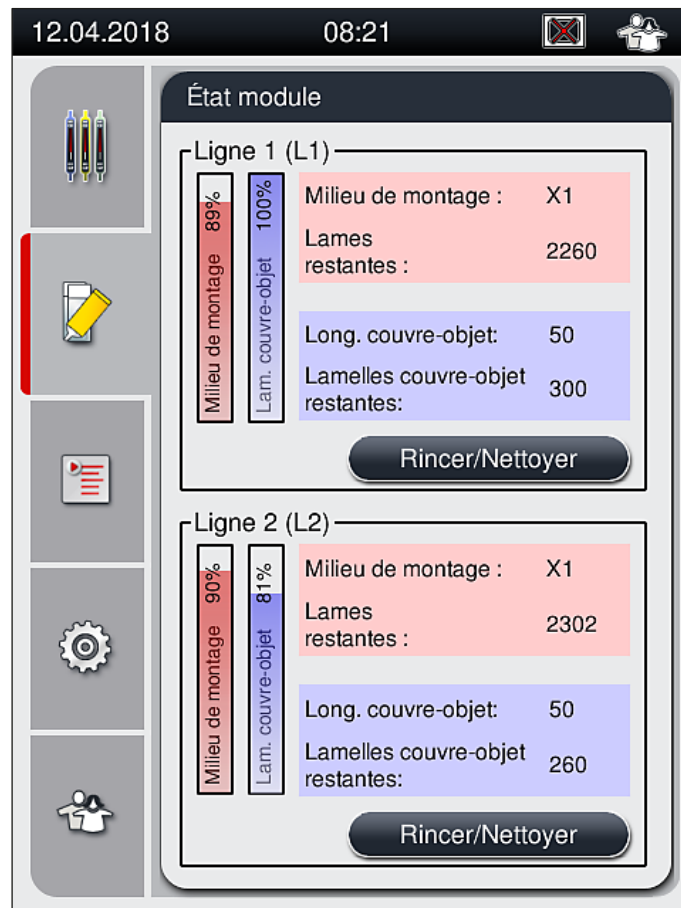

Fig. 53
10. Les flacons du milieu de montage qui sont réintroduits sont détectés par le logiciel de l'appareil, et l'**État module** (→ Fig. 53) est actualisé.